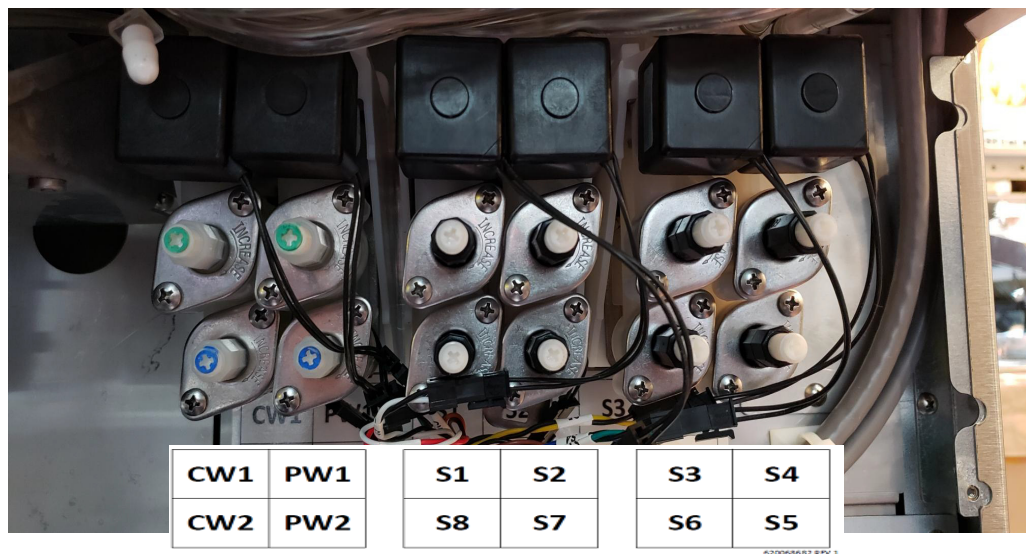

Figure 65. Front View, Valve
3. Ajustez le régulateur de débit si nécessaire. Voir la Figure 65 pour l'emplacement des vis de réglage sur la vanne.